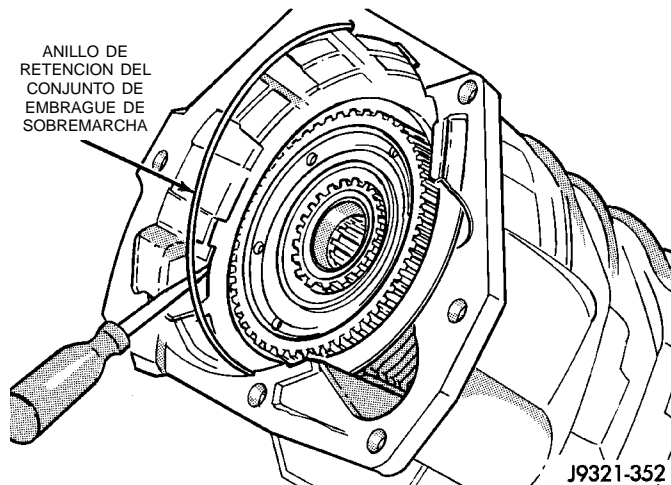

Fig. 253 Instalación del anillo de retención del conjunto de embrague de sobremarcha
(7) Instale el anillo de retención de tipo alambre del conjunto de embrague (Fig. 253).